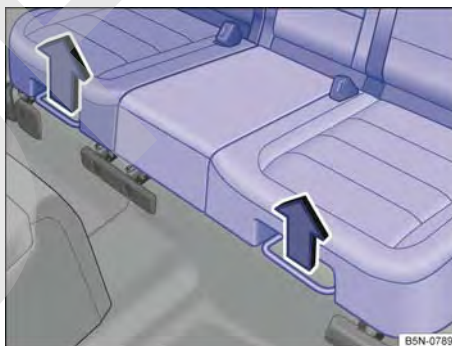

Fig. 86 Debajo de la banqueta del asiento trasero: palancas de ajuste.
- Tire de la palanca derecha o izquierda hacia arriba, en el sentido de la flecha → **fig. 86**, y desplace la parte correspondiente del asiento hacia delante o hacia atrás.